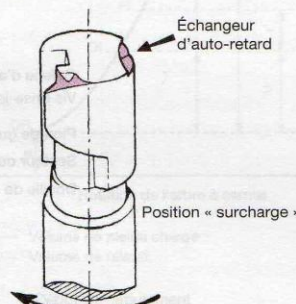

Figure 32.10. Ramps spécifiques sur un piston
- début et fin d'injection « variables » (fig. 32.10) pour applications spécifiques ;
- échancrure d'auto-retard (fig. 32.10) permettant sur certains moteurs un meilleur démarrage ou une protection du démarreur. Cette échancrure est utilisée uniquement en position « débit de démarrage » (ou surcharge).